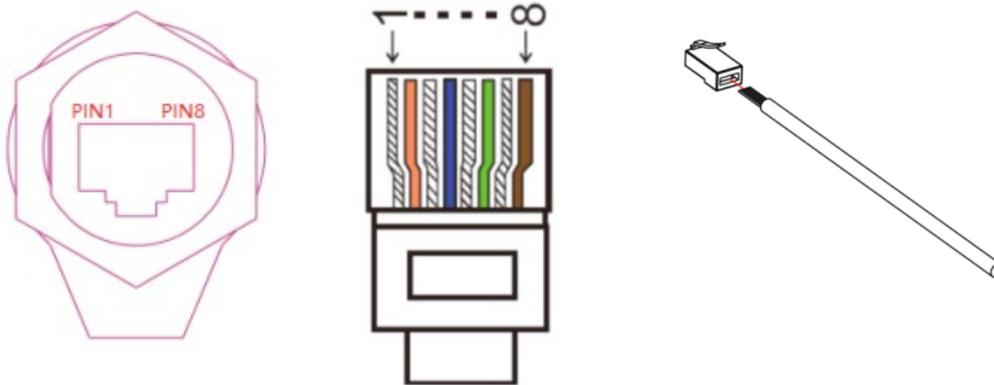

Figura 150 - Conexión de la interfaz DRMs (1)
- 1) Coloque los terminales del cable con la secuencia de colores indicada en la Figura 150.